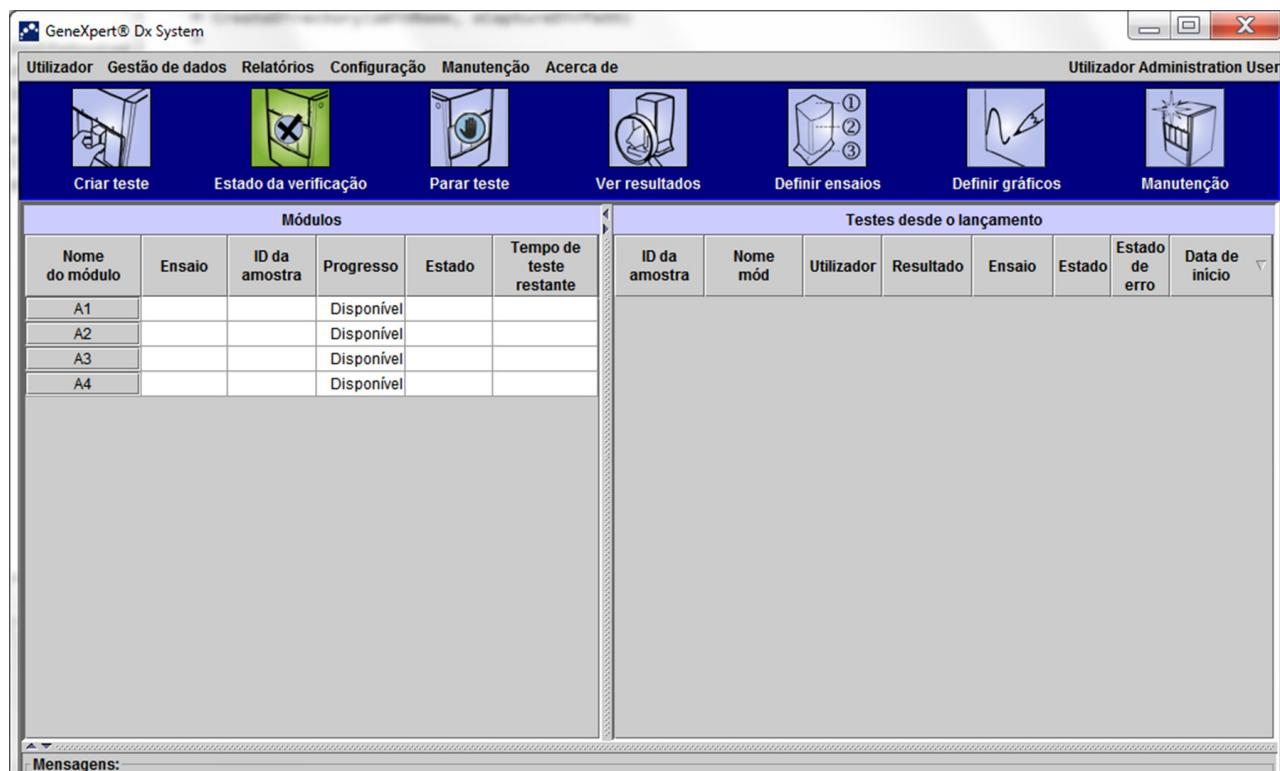

Figura 5-27. GeneXpert Dx Janela do sistema
1. Clique em **Definir testes (Define Assays)** na janela Sistema GeneXpert Dx (consulte a figura 5-27).